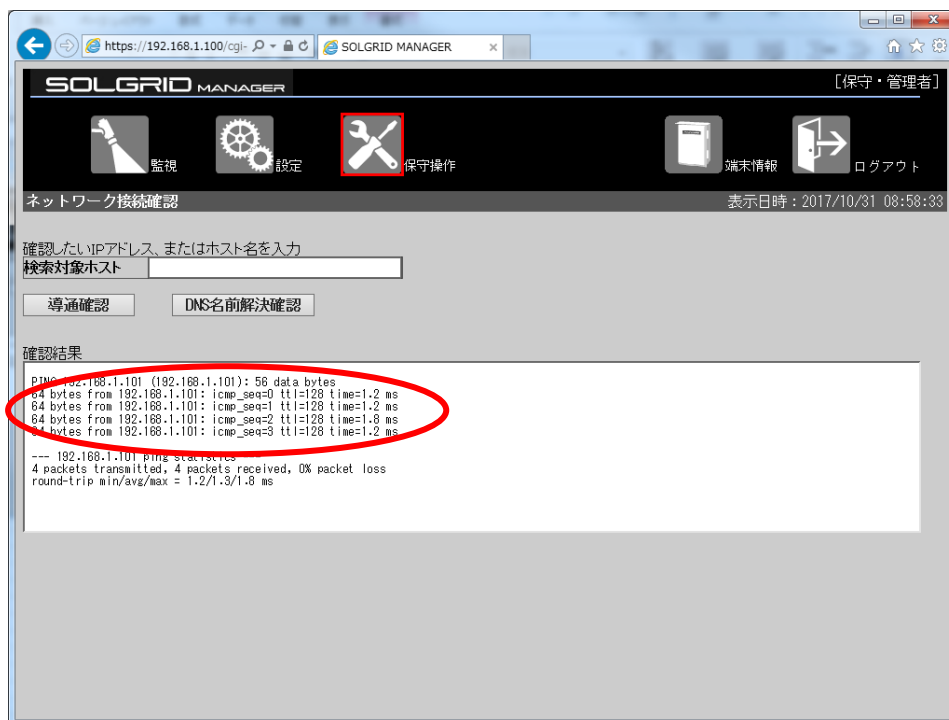

図 3.6-49 導通結果・正常時
④「確認結果」にコマンドの実行結果が表示されます。結果の確認方法の詳細は図 3.6-49 を参照してください。
正常に通信できている場合は、図 3.6-49 に示すように 4 行の応答結果が表示されます。